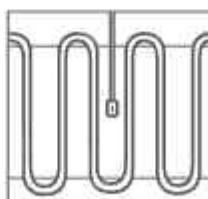

Fig. 1
- 6. Vendoseni tapetin e ngrohjes në lidhje me sensorin e temperaturës së dyshemesë.** Sigurohuni që vendndodhja e sensorit të jetë brenda shtresës së ngrohjes (Fig. 1) ose midis dy dyshekëve (Fig. 2) në një distancë të barabartë në lidhje me bobinat e kablave të ngrohjes. Mos e instaloni sensorin e temperaturës së dyshemesë midis bobinave të kabilit të ngrohjes (fig. 3).
Sigurohuni që vendndodhja e sensorit të jetë brenda shtresës së ngrohjes (Fig. 1) ose midis dy dyshkekëve (Fig. 2) në një distancë të barabartë në lidhje me bobinat e kabilave të ngrohjes. Mos e instaloni sensorin e temperaturës së dyshemesë midis bobinave të kabilit të ngrohjes (Fig. 3).